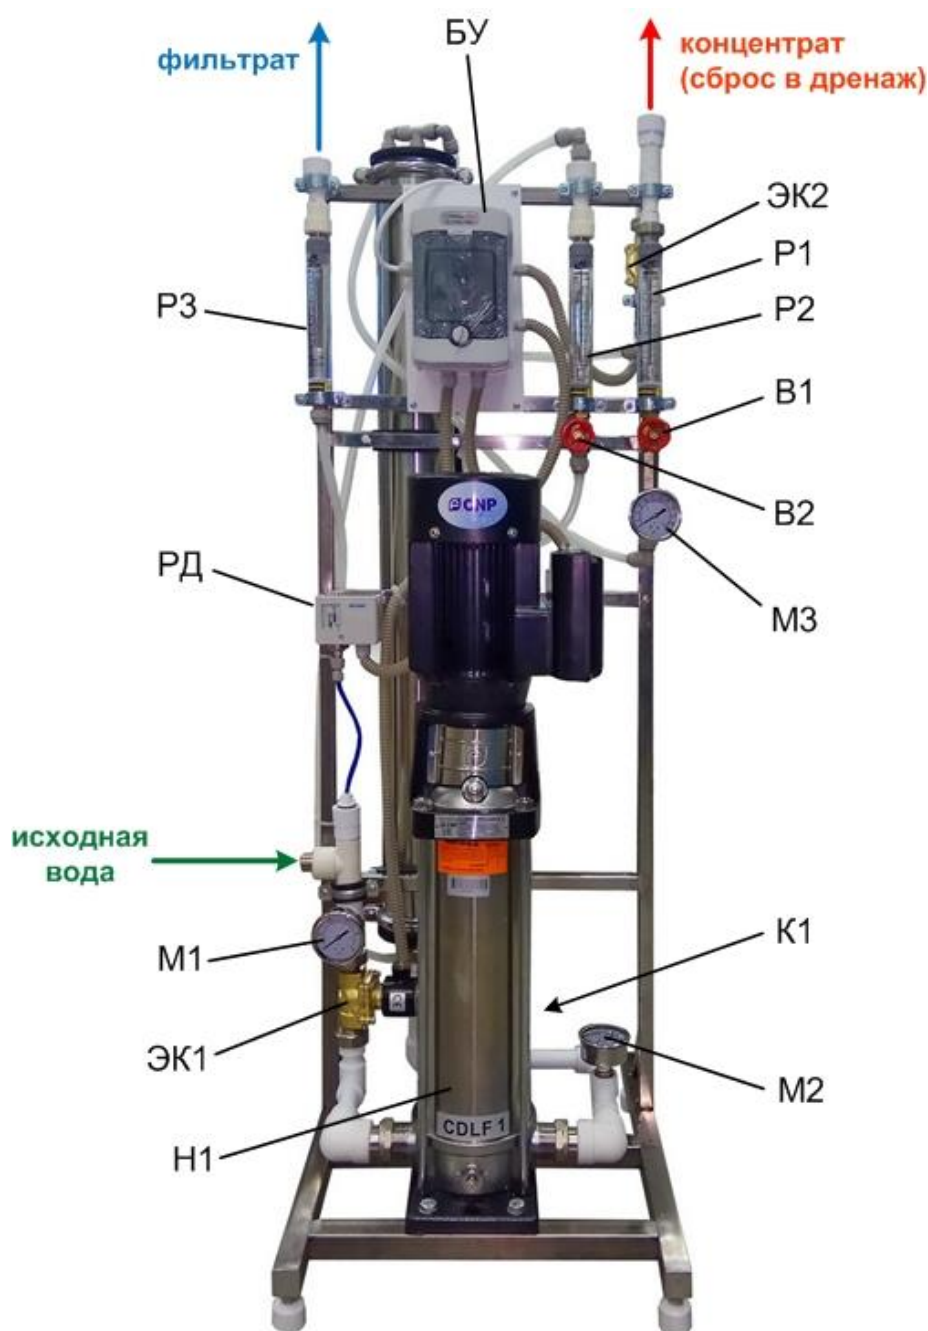

Рис.1 Общий вид установки.
2.1 Общий состав установки (см. рис. 1)
2.1.3 Насос высокого давления (Н1 - на рис. 1) предназначен для повышения давления перед мембранным блоком до значения, необходимого для нормальной работы мембраны.
Установка оснащена следующими приборами (рис. 1):